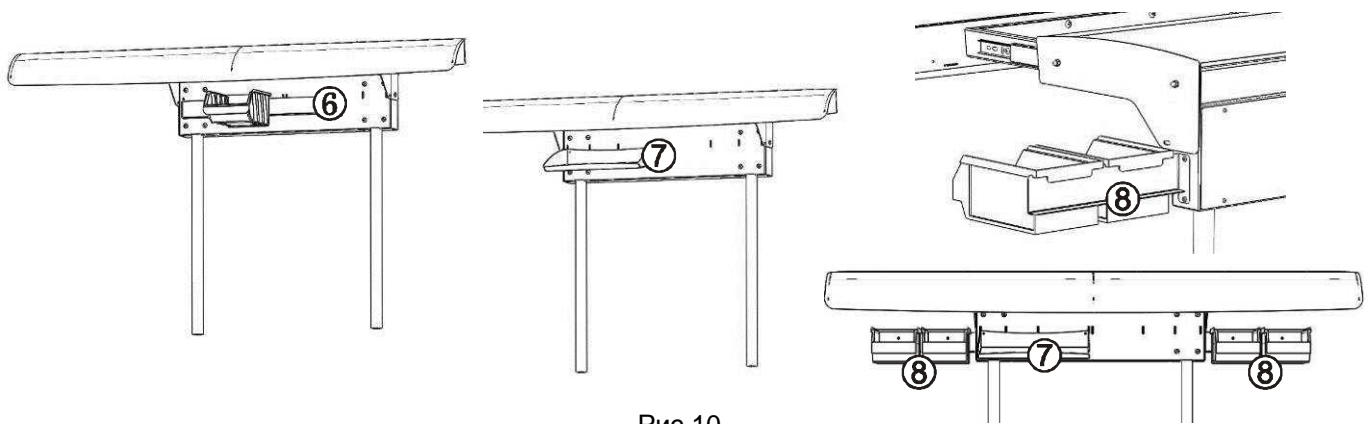

Рис.10
3.6 Установить и закрепить крышки (а и б) рамы, а также рейлинг (6), ЛОТОК МАСТЕР (7), рис.10.
Для удобства в работе возможно крепление светодиодного светильника ЛЮКС 2.1, держателя лотков до 2-х шт. КОМПЛЕКТ 4.0 ЛОТОК (8), рис.10.